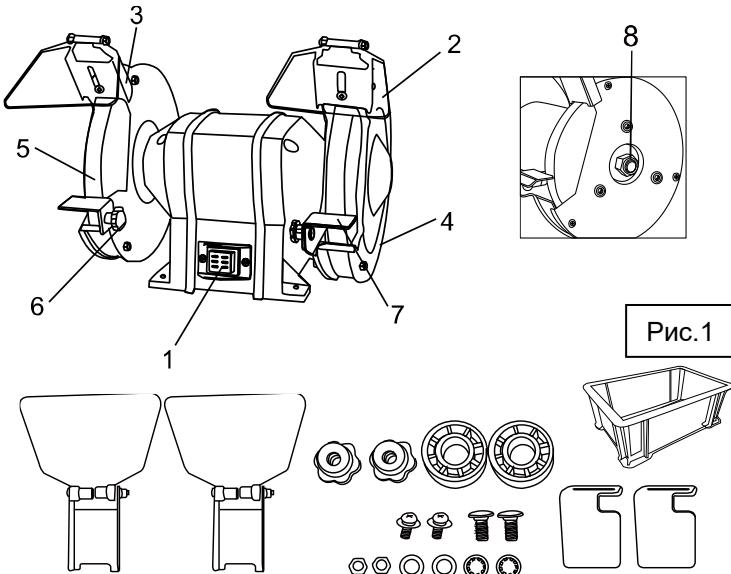

Рис.1
Специальные опоры (6) (рис.1) должны быть, как можно ближе расположены к точильному диску.
Закрепите на кожухах, используя крепёж из комплекта поставки, рабочие упоры (6) (рис. 1) и защитный прозрачный экран (2) (рис. 1), как показано на рис. 2.